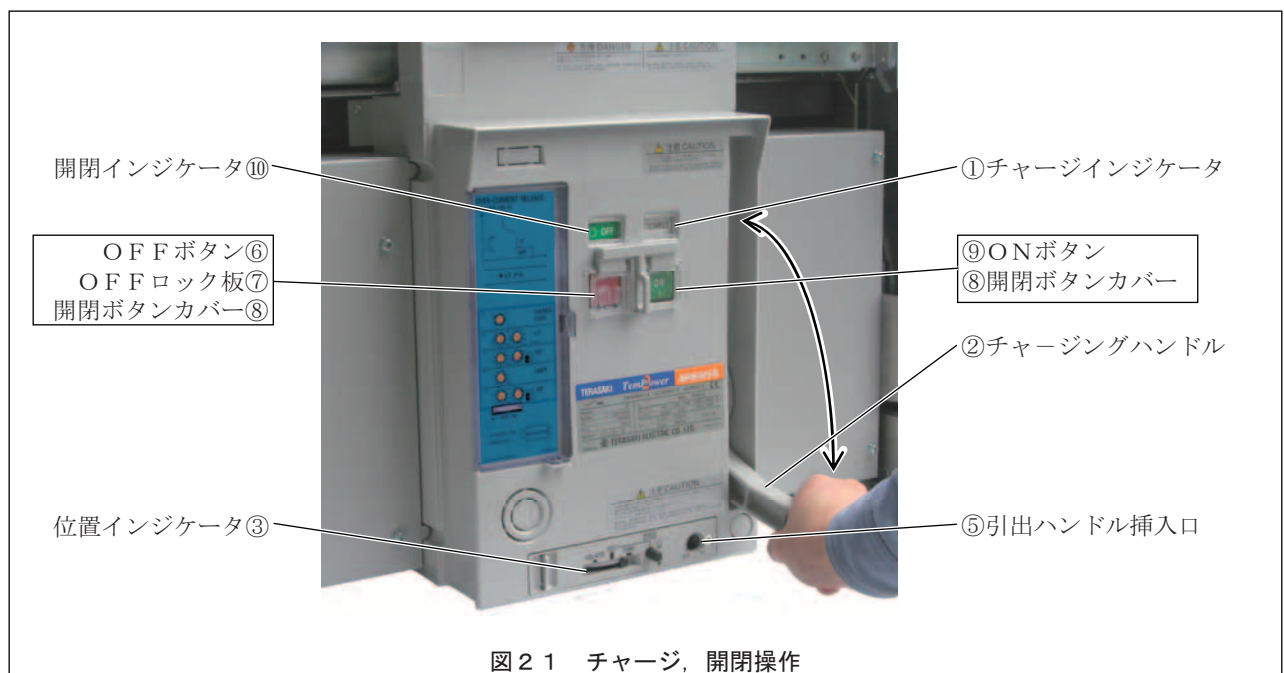

図21 チャージ, 開閉操作
チャージインジケータ（図21①）の表示が「DISCHARGED」から「CHARGED」に変わるまで、チャージングハンドル（図21②）を前に倒して戻す操作を繰り返します。チャージングハンドルの最大操作範囲 約90°でチャージ操作すると、10～13回程度の操作でチャージは完了します。